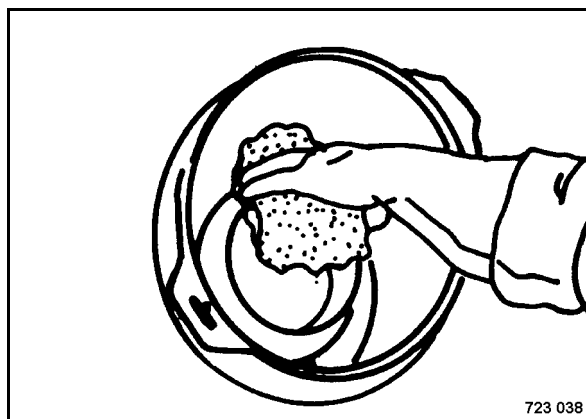

Fig. 217
- Limpiar la superficie de contacto del tubo de salida (Fig. 217).